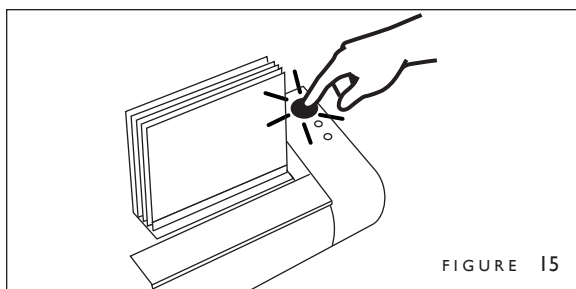

FIGURE 15
6. Appuyez sur le bouton « BIND » (RELIER) (figure 15) pour lancer le processus de reliure.